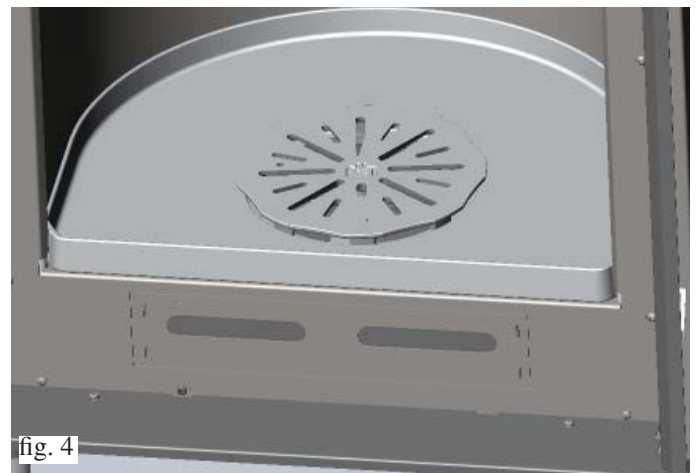

fig. 4
- Aprire il portello e bloccarlo nella posizione di apertura per poter agevolmente lavorare all'interno del focolare (fig. 4).